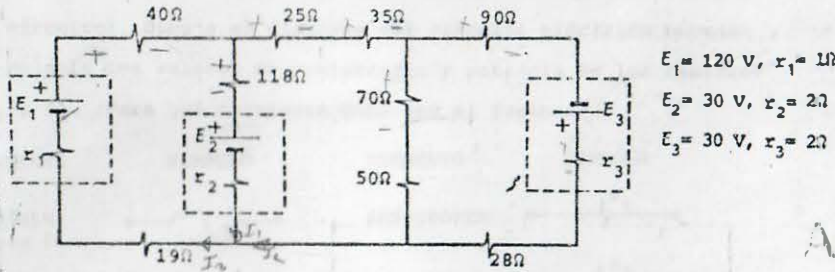

FIGURA P4.5
4.5 Determine la energía por segundo que está recibiendo ó suministrando cada una de las fuentes de fuerza electromotriz del circuito de la figura P4.5. Compruebe que la energía suministrada por las fuentes - al resto del circuito en un segundo, es igual a la energía transformada en calor en los resistores sumada a la que se almacena en las - fuentes que reciben energía en el mismo lapso.